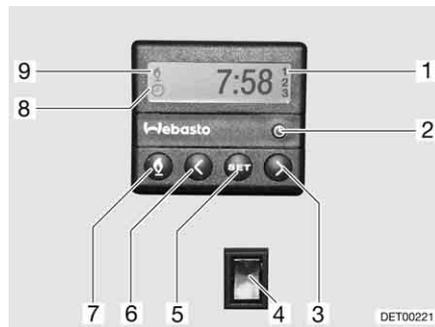

Fig. 143 Unidad de mando para la calefacción auxiliar
- Pulsar la tecla (Fig. 143,7). El funcionamiento de la calefacción se indica con el símbolo (Fig. 143,9). El ventilador apenas se conecta con una temperatura del agua de refrigeración de 30 °C.
- Pulsar la tecla (Fig. 143,7). Se apaga el símbolo (Fig. 143,9).
- Pulsar el interruptor (Fig. 143,4) por abajo. Se precalienta el motor. El ventilador se conecta inmediatamente.
- Pulsar el interruptor (Fig. 143,4) por arriba. El motor permanece frío.
- Pulsar la tecla (Fig. 143,2). El ajuste de la hora se indica con el símbolo (Fig. 143,8).
- Ajustar la hora con las teclas (Fig. 143,3 y 6).
- Pulsar la tecla (Fig. 143,5).
- Ajustar en 10 segundos el tiempo de conexión con las teclas (Fig. 143,3 y 6).
- Pulsar la tecla (Fig. 143,5) tantas veces como sea necesario hasta que aparezca en el display el número de programación (Fig. 143,1).